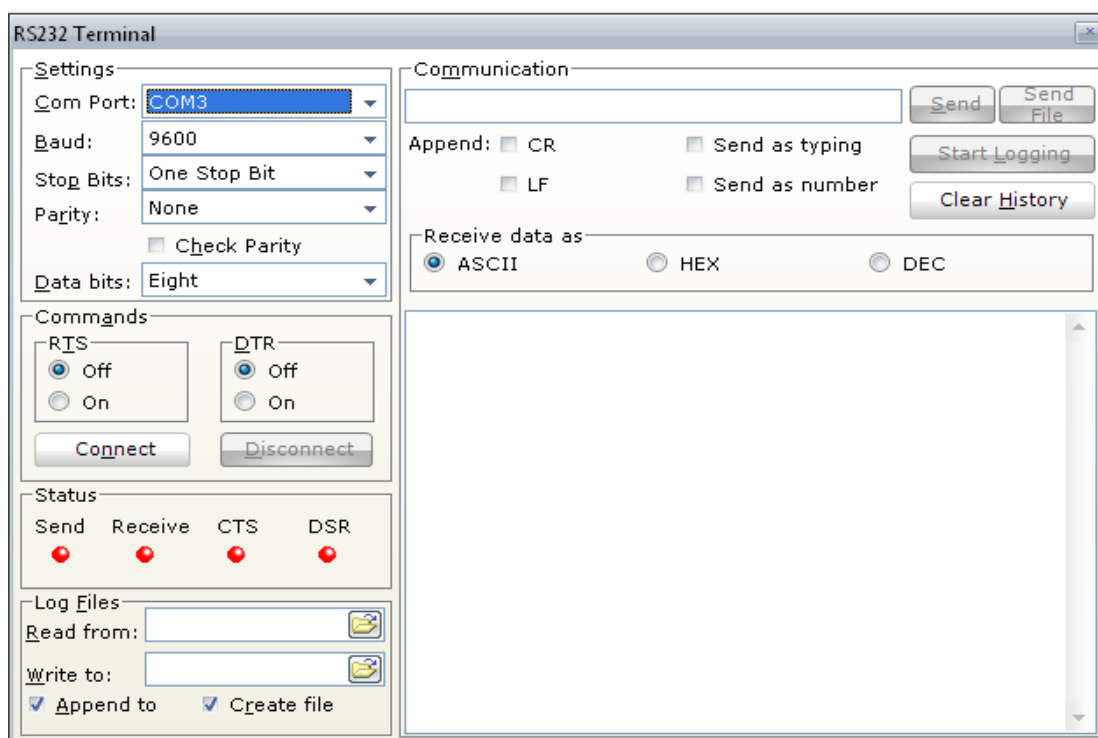

Рис. 5. Окно RS-232 Terminal
8. Проконтролировать передачи байта по интерфейсу RS-232, воспользовавшись утилитой **USART Terminal**, находящейся в меню **Tools** (рис. 5). Для этого в окне **USART Terminal** необходимо установить параметры передачи в блоке **Settings**: